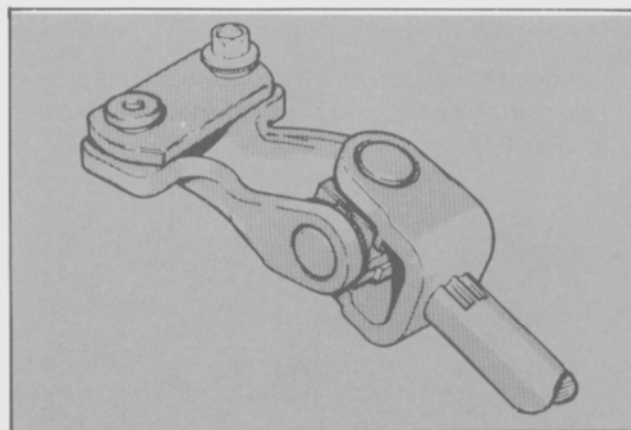

Fig. 31 - Placa de sujeción y perno de junta universal.
- Centrar el volante de la dirección y verificar que las ruedas delanteras estén en línea recta. Conectar la junta del acoplamiento al eje de la dirección y ajustar el tornillo al torque especificado. (Fig. 31).